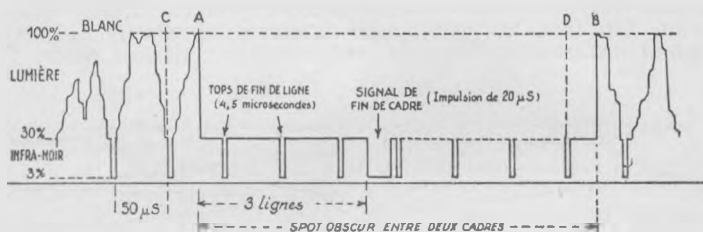

Fig. 8. — SIGNAL FRANÇAIS A HAUTE DEFINITION (819 lignes).
b) *Signal français à haute définition* (fig. 8).